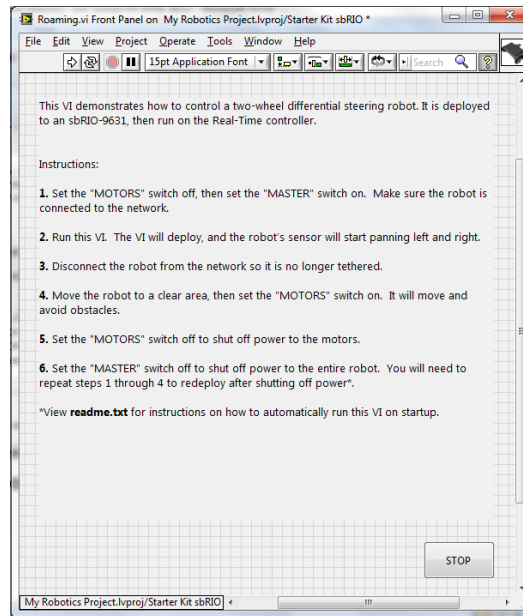

Fig 18. Panel Frontal del Proyecto.
14. Ahora aparece el panel frontal (Fig. 18) donde se encuentran todas las instrucciones para empezar a correr el programa. Para continuar oprima en  Run y desconecte el cable Ethernet del computador y del robot. Asegúrese de colocar el robot en un espacio abierto para que finalmente active el Switch de los Motores.